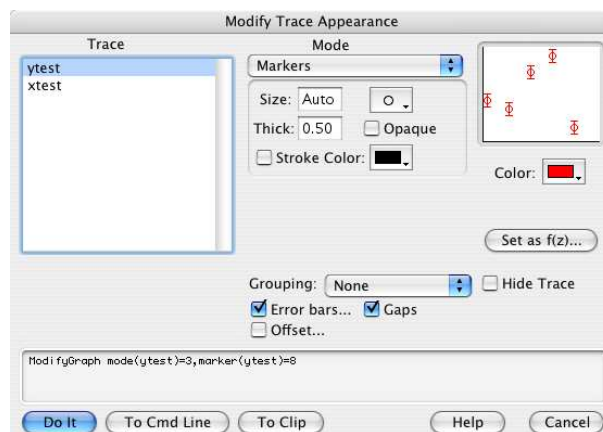

Fig. 7 : Choix du type de tracé
2. Double-cliquer dans le graphique *Graph0* pour faire apparaître la boîte de dialogue *Modify Trace Appearance*, sélectionner **ytest** puis changer le style d'affichage pour remplacer le tracé de lignes par des "markers" de forme circulaire, bien visibles, et cocher la case **Error bars**, comme sur le panneau de la figure 7.